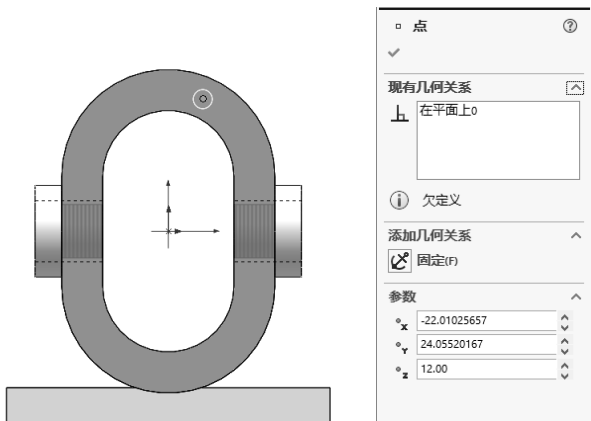
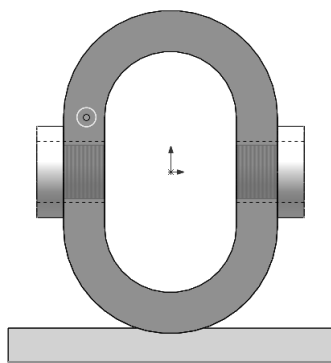

图 10-92 添加连接螺纹孔
图 10-93 编辑螺纹孔位置
① 改变视图方向。单击“前导视图”工具栏中的“前视”按钮，改变零件实体的视图方向。
**02** 添加连接螺纹孔。选择菜单栏中的“插入”→“特征”→“孔”→“向导”命令，或单击“特征”控制面板中的“异型孔向导”按钮，弹出“孔规格”属性管理器；选择孔的大小为“M6”，设置终止条件为“完全贯穿”，其他选项设置保持不变，然后单击端面上的任意位置，如图 10-92 所示。按一下〈Esc〉键，终止点自动捕捉状态，选择螺纹孔中心点，弹出“点”属性管理器，通过改变点的坐标值为（-22，14.38，12），确定螺纹孔的位置，如图 10-93 所示，最后单击“确定”按钮.